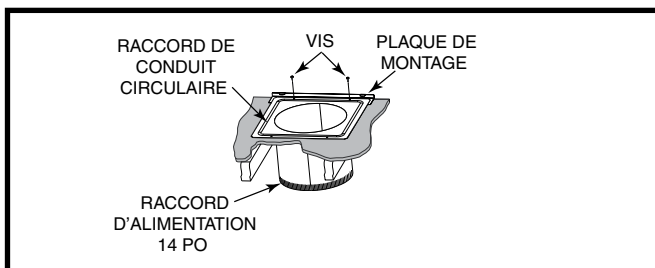

Figure 9. Raccord de conduit circulaire installé
3. Installez la plaque de montage sous la surface arrière du raccord de conduit. Voyez la Figure 9 (page 8).